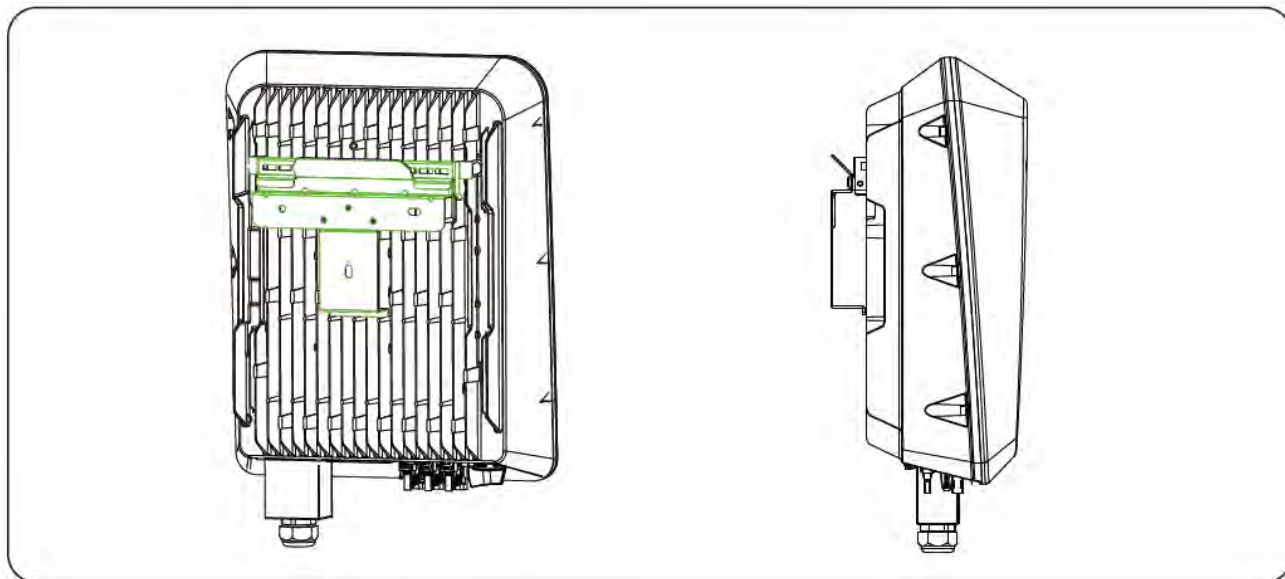

Figura 4.14 Montaggio dell'inverter
**Fase 6** Montare l'inverter sul pannello posteriore e fissarlo come illustrato nella Figura 4.14.